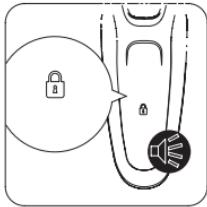

Fig. 8
- Enjuague el cabezal bajo el grifo. (Fig. 8)
- Si el aparato ha estado en funcionamiento más de 90 segundos, al apagarlo aparecerá en la pantalla el % de batería restante y el ícono recordatorio de limpieza (4) durante unos 3 segundos.